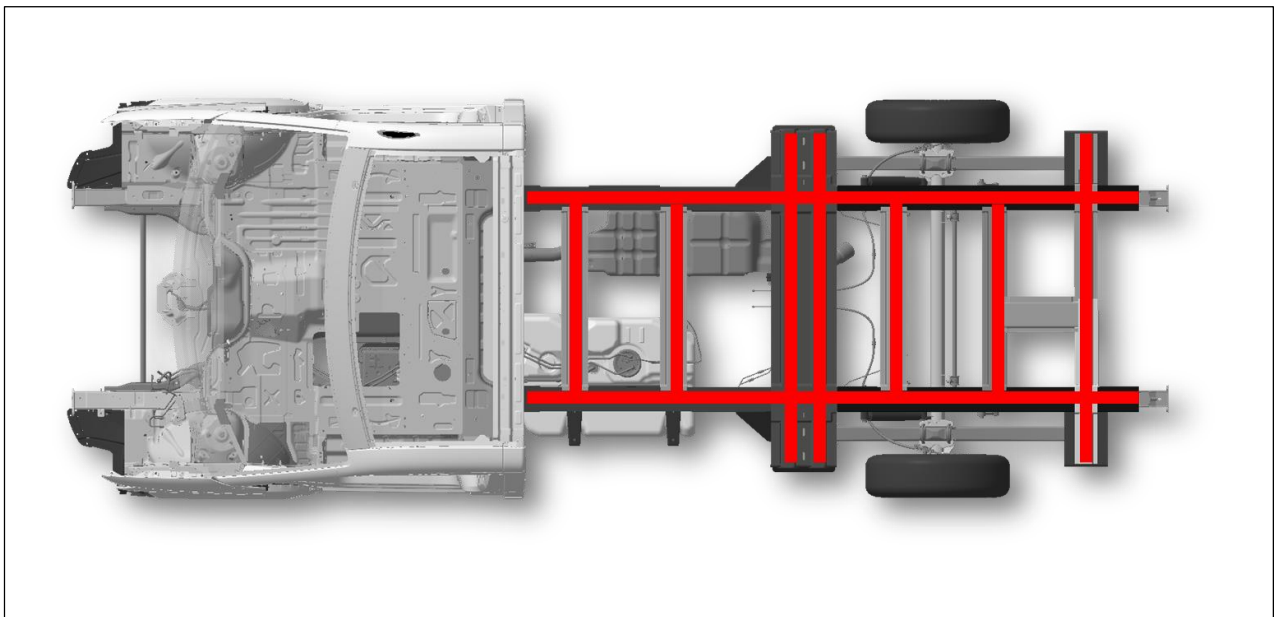

Abb. 5: Crafter-Flachrahmen-Fahrgestell- Klebeflächen für Aufbau (Prinzipdarstellung Rahmenfläche)
- Der Benetzungsgrad der Klebebereiche (rot) muss **mindestens 75 %** betragen (siehe Abb. 5 „Crafter-Flachrahmen-Fahrgestell- Klebeflächen für Aufbau“)